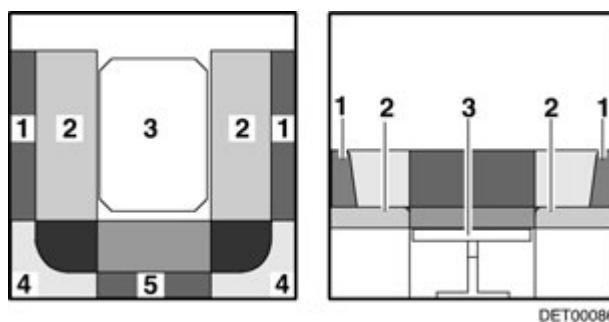

Fig. 61 Pendant la transformation
- Tirer les coussins d'assise (Fig. 61,2) vers le centre.
- Placer les coussins de dossier (Fig. 61,1) entre les coussins d'assise et la paroi extérieure.
- Retirer les coussins de dossier (Fig. 61,4 et 5) et les poser de côté.